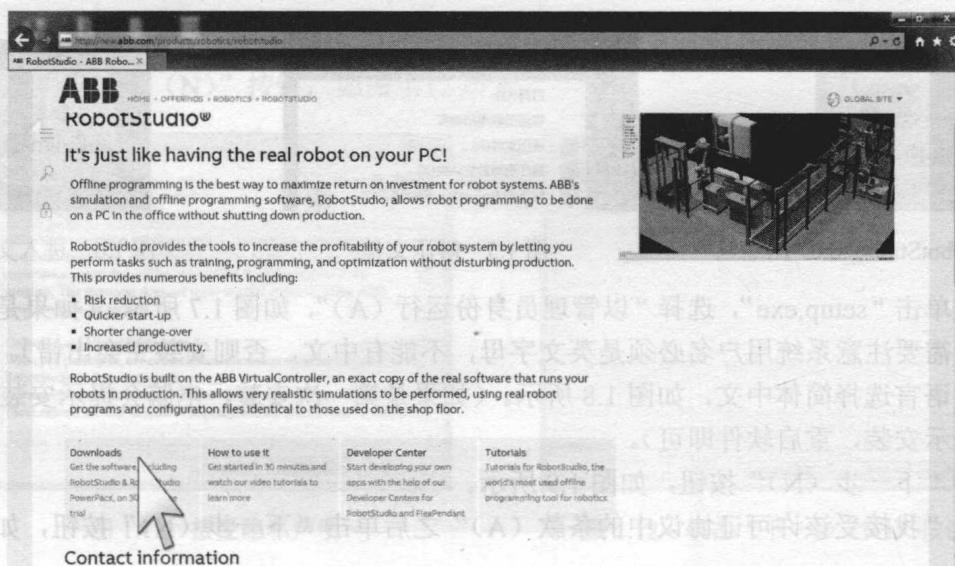

图 1.1 RobotStudio 官网
① 首先打开网页：[www.robotstudio.com](http://www.robotstudio.com)。
② 进入图 1.1 页面之后单击“Downloads”选项。